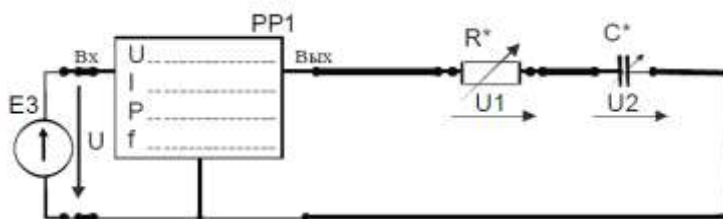

Рисунок 14
2. Собрать электрическую цепь с последовательным соединением резистора  $R^*$  и конденсатора  $C^*$  (рис. 14), используя элементы цепи в соответствии с заданным вариантом (табл. 18). В качестве резистора  $R^*$  использовать перестраиваемый резистор R10 в соответствующей позиции переключателя. У цифровых амперметров установить режим измерения переменного тока. Предъявить схему для проверки преподавателю.